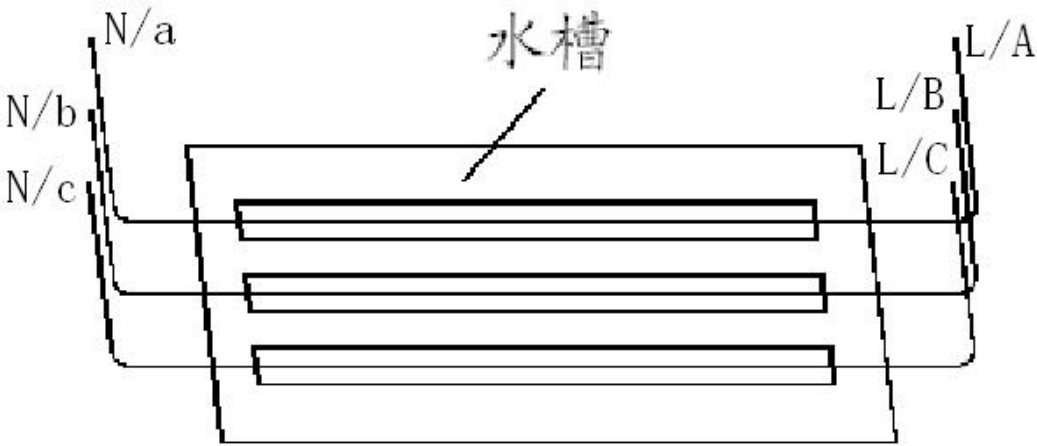

图3 接线图
4.2.2 将被试电热元件放在水槽中，并分别将接线端接到N（a、b、c）黑色接线柱和L（A、B、C）红色接线柱上，如图3所示。